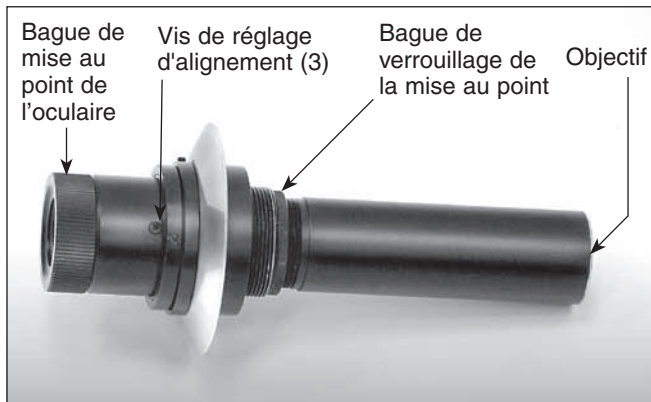
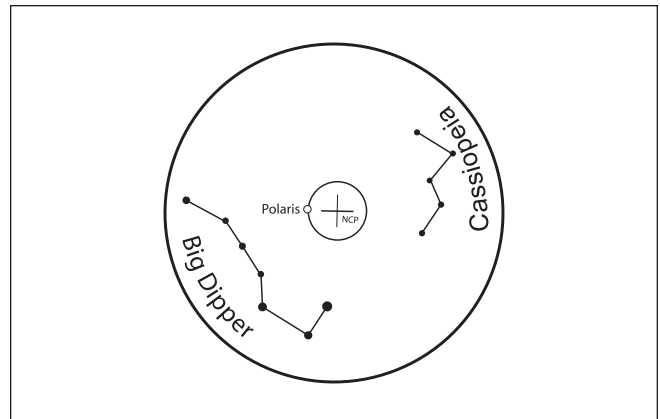

Figure 10. Chercheur polaire
Figure 11. La mire du chercheur polaire montre les positions de la Grande Ourse et de Cassiopée par rapport à l'Étoile Polaire et au pôle Nord céleste (PNC).
La monture Atlas est livrée avec un chercheur polaire (**Figure 10**) situé à l'intérieur de l'axe d'ascension droite de la monture. Lorsqu'il est correctement aligné et utilisé, il permet un alignement polaire précis, rapide et facile à effectuer. Le chercheur polaire fourni avec la monture Atlas peut être utilisé pour l'alignement polaire dans l'hémisphère nord. C'est-à-dire que le graphique de la mire du chercheur polaire dispose de schémas d'étoiles-guides utiles pour l'alignement dans l'hémisphère nord (**Figure 11**). Retirez le couvercle de l'oculaire du chercheur polaire pour observer à travers, et assurez-vous de retirer le couvercle sur l'ouverture frontale du boîtier de montage.
4. Regardez de nouveau dans le chercheur polaire. L'objet observé est-il encore centré sur le réticule ? Si c'est le cas, aucun réglage supplémentaire n'est nécessaire. Dans le cas contraire, visez l'objet dans le chercheur polaire tout en faisant pivoter la monture autour de l'axe d'ascension droite. Vous remarquerez que l'objet que vous avez centré précédemment se déplace sur une trajectoire circulaire. Utilisez la clé Allen de 1,5 mm pour ajuster les vis de réglage d'alignement sur le chercheur polaire (**Figure 10**) et déplacez l'objet de MOITIÉ de la distance vers la croix. Puis recentrez l'objet sur la croix comme à l'étape 2 en utilisant les boulons en L de réglage de la latitude et les molettes de réglage de l'azimut.
La mise au point du chercheur polaire s'effectue normalement par une simple rotation de la bague de mise au point de l'oculaire. Toutefois, si après l'ajustement de la bague de mise au point, vous trouvez que l'image du réticule est nette, mais que les étoiles sont floues, vous devez alors régler la netteté de l'objectif du chercheur polaire. Pour ce faire, retirez d'abord le chercheur polaire de la monture en le dévissant. Pointez le chercheur polaire vers une étoile (durant la nuit) ou vers un objet lointain situé au moins à 400 m de distance (pendant la journée). Utilisez la bague de mise au point de l'oculaire pour faire la mise au point du réticule. Ensuite, desserrez la bague de verrouillage de la mise au point (**Figure 10**) et faites glisser l'extrémité de l'objectif du chercheur vers l'intérieur ou vers l'extérieur jusqu'à ce que les images soient nettes. Resserrez la bague de verrouillage de mise au point. Une fois que l'objectif du chercheur polaire est au point, il ne devrait plus être nécessaire de l'ajuster de nouveau.